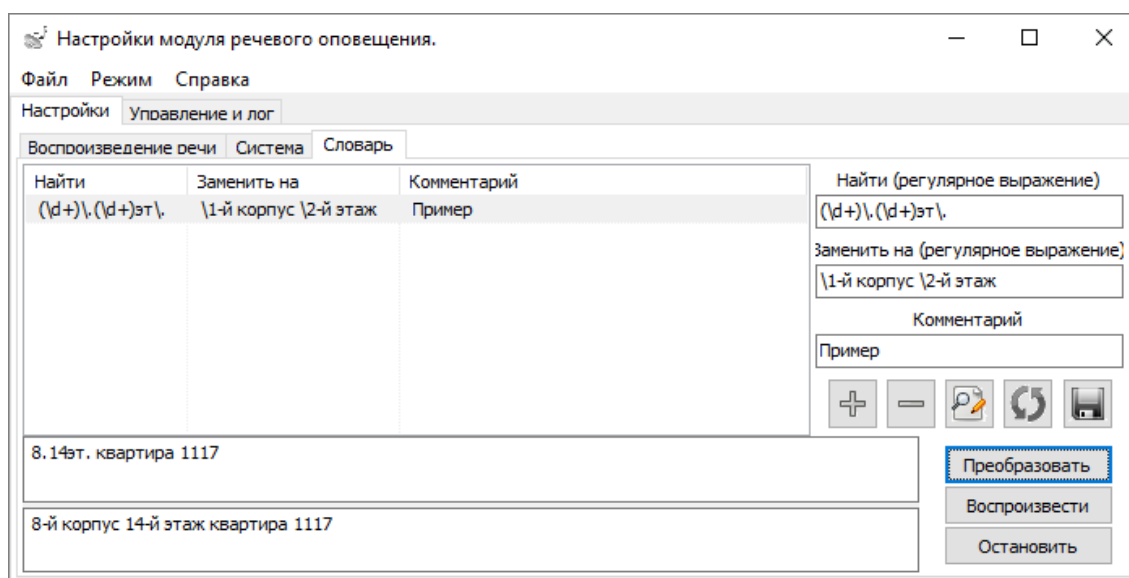

Рисунок 8-187 Настройка замены для приведенной задачи на вкладке "Словарь" страницы "Настройки" окна "Настройки модуля речевого оповещения"
квартирой. Это выражение вводится в поле «Найти (регулярное выражение)» (см. Рисунок 8-187);
- 8) Заменяющие выражения для каждой заменяемой группы объединяются в общее выражение и использованием пробела как разделителя. Таким образом, получается выражение: «**\1-й корпус \2-й этаж**», которое вводится в поле «Заменить на (регулярное выражение)» (см. Рисунок 8-187);
- 9) При необходимости в поле «Пример» (см. Рисунок 8-187) вводится комментарий для удобства редактирования правил.